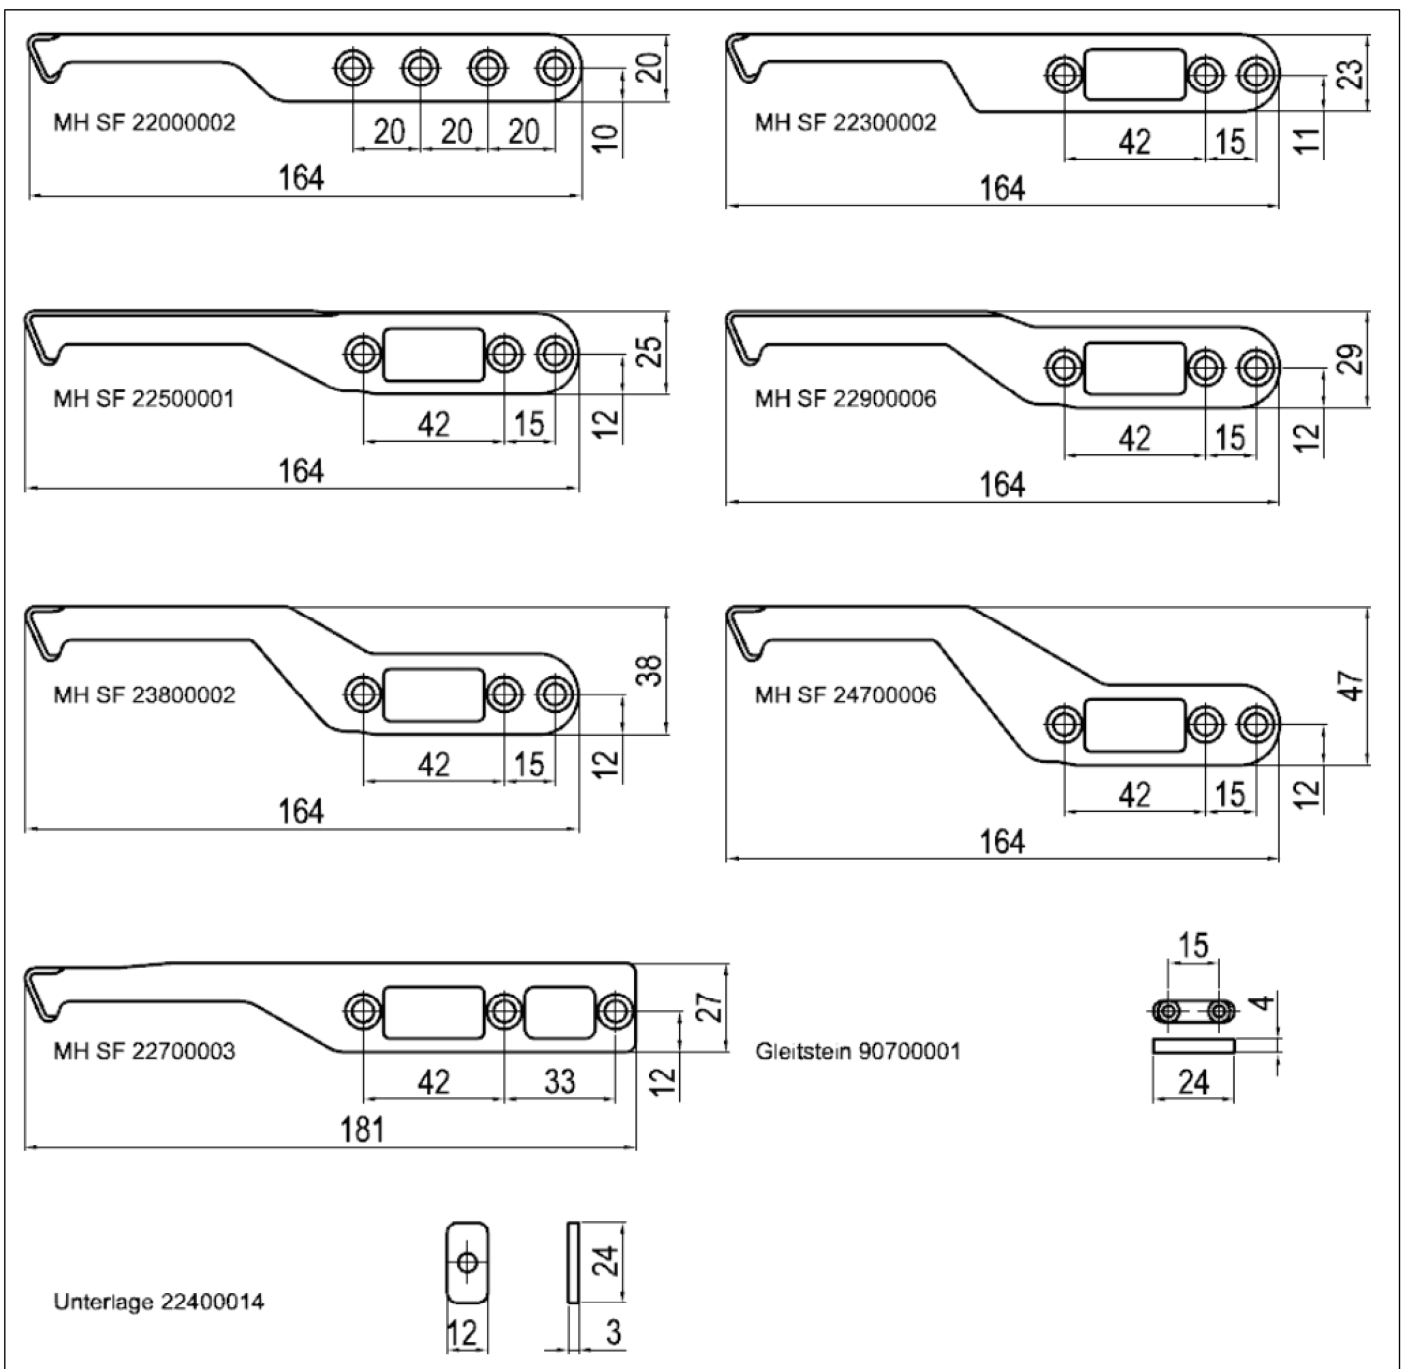
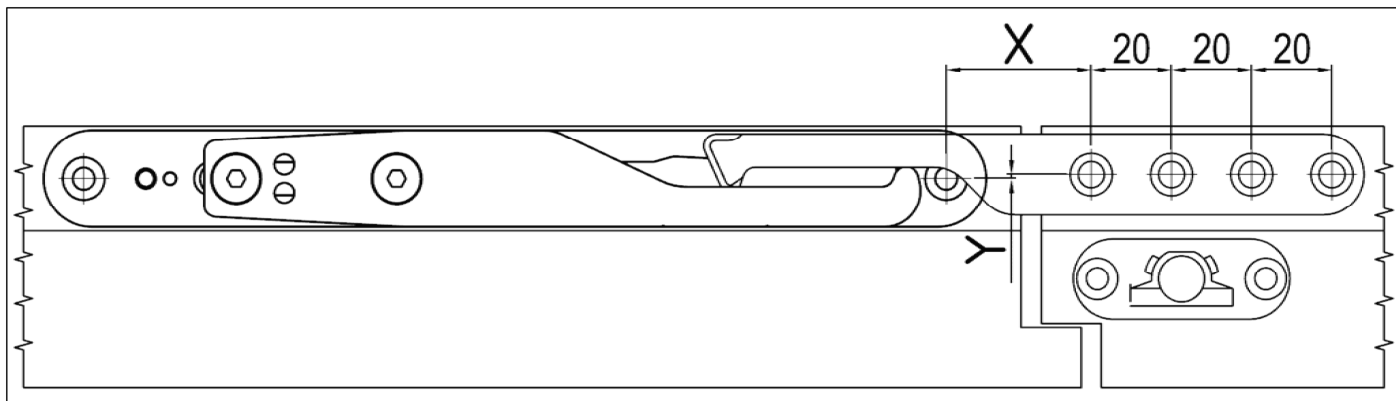

Bild 2 Auswahl Standflügelhaken, optionaler Gleitstein 90700001, optionale Unterlage 22400014
Bild 3, Der MH SF 22200002 wird neben Schaltschloss oder im Falz eingebaut
- Der MH SF 22000002 ist vom Schaltschloss unabhängig und daher wird anstelle der Schaltschlossmitte die erste Befestigungsbohrung am Mitnehmerhaken als Bezugspunkt für das Maß X herangezogen **Bild 3**.
- Die Einbauebene vom MH GF sollte so weit wie möglich in Richtung Bandgegenseite gelegt werden. Je nach Versatz der starren Mitnehmerhaken **Bild 2**, kann die Einbauebene vom MH GF um das Maß Y in Richtung Bandgegenseite verschoben werden **Bild 3-6**. Das Maß Y für die MH SF ist der Tabelle zu entnehmen. Abhängig von Falzausbildung und Beschlageebene wird der MH SF **Bild 2** gewählt. Achten Sie bei der Auswahl auf freie Beweglichkeit vom MH GF.
- Wenn ausreichend Platz im Falz außerhalb vom Schaltschloss (Beschlageebene) in Richtung Bandgegenseite vorhanden ist, sollte entsprechend **Bild 3** der Mitnehmerhaken 22000002 gewählt werden.
- Für die aufgelisteten MH SF **Bild 2** können ausschließlich Schaltschlösser mit 42 mm Schraubabstand verwendet werden. Ausgenommen ist der vom Schaltschloss unabhängige MH SF 22000002, **Bild 3** zeigt ein Einbaubeispiel.